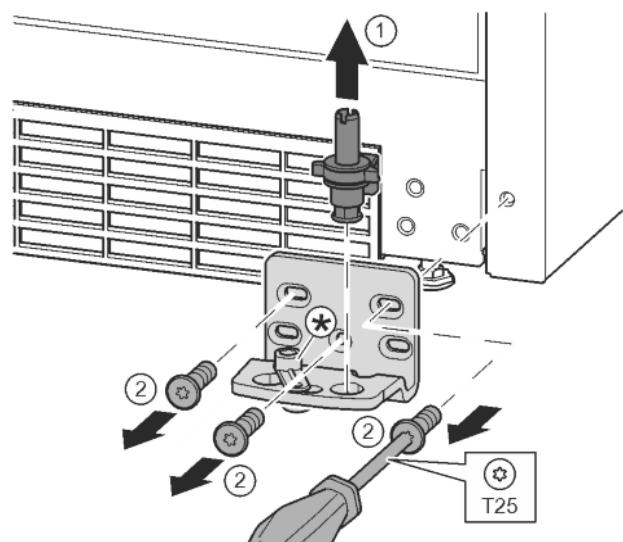

*Fig. 14*
- Отпустить крышку и снять сбоку. *Fig. 14 (1)*
- Навесить крышку, повернув ее на 180°, справа с другой стороны. *Fig. 14 (2)*
- Крышку зафиксировать. *Fig. 14 (3)*
- Установить винт отверткой T25. *Fig. 14 (4)*
- Установить верхний опорный кронштейн. *Fig. 14 (5)*
- Затянуть винт. *Fig. 14 (4)*
- Вставить и затянуть винт отверткой T25. *Fig. 14 (6)*